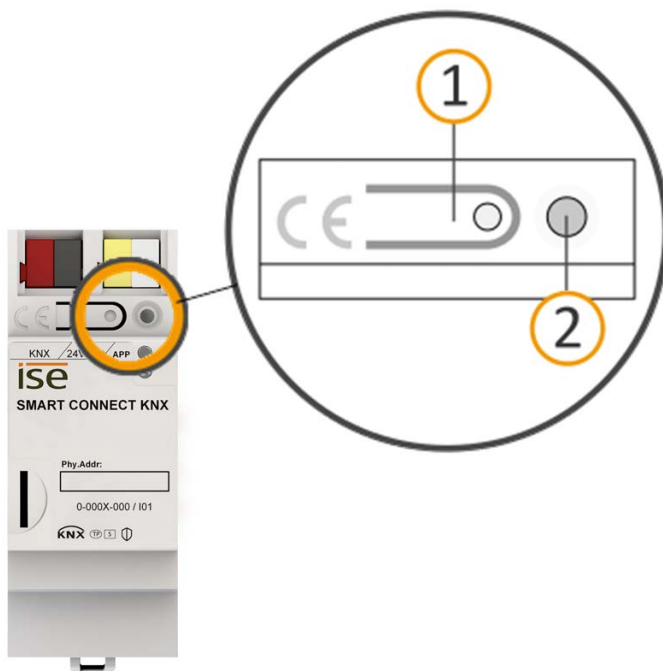

Abbildung 19: Programmierung
1. Drücken Sie kurz die Programmiertaste (siehe Abbildung 19, Pos. 1). Die Programmier-LED (siehe Abbildung 19, Pos. 2) leuchtet rot.
1. Drücken Sie die Programmier­taste (siehe Abbildung 19, Pos. 1) und halten Sie diese weiter gedrückt während Sie die Spannungsanschlussklemme aufstecken.